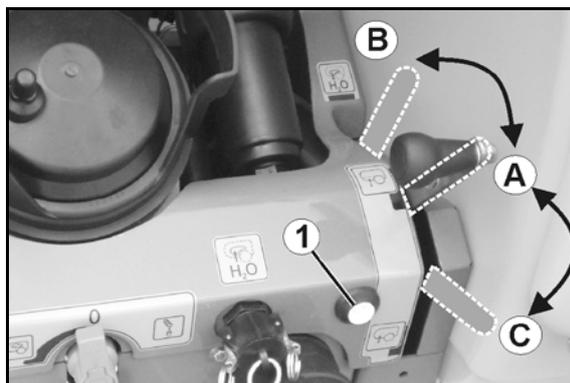

図 86
- 散布位置 (図 86/A) から洗浄位置 (図 86/B) への遠隔操作による切り替え。
- 操作端末または制御装置 (図 86 / 1) を介した、充填位置 (図 86 / C) から散布位置 (図 86 / A) への切り替え